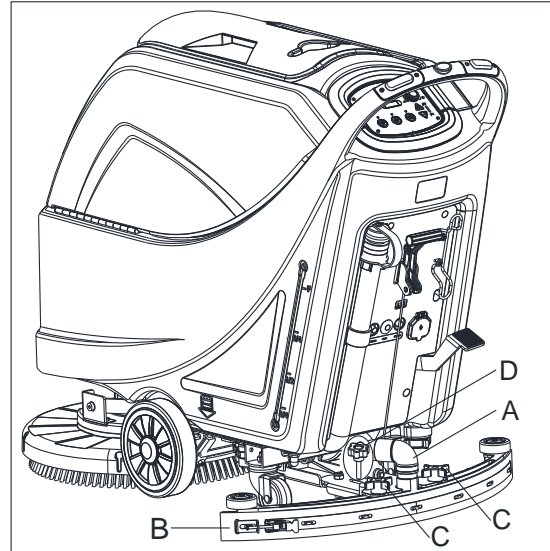
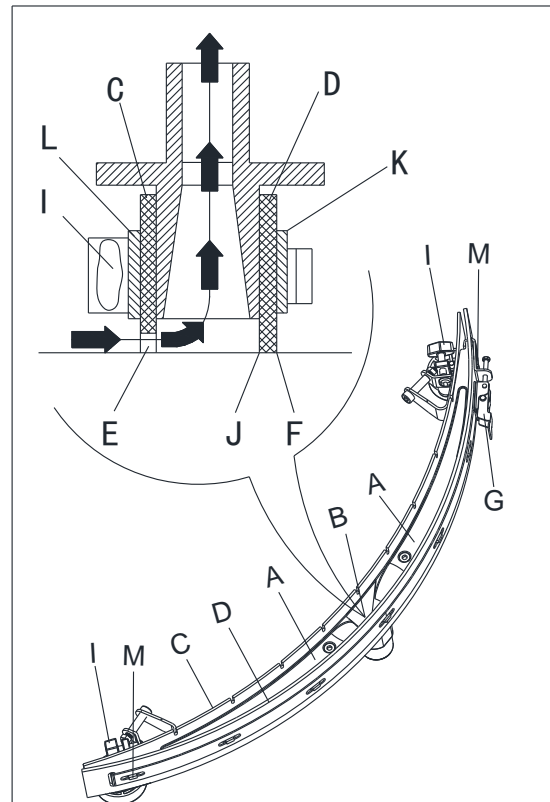

Figura 19
Figura 20
2. Compruebe si los bordes (E, Figura 20) de la lámina delantera (C) y los bordes (F) de la lámina posterior (D) están en el mismo nivel, en su longitud; si es necesario ajuste su altura de acuerdo con el siguiente procedimiento:
- Retire la barra de unión (G), desenganche los elementos de fijación (M) y ajuste la lámina posterior (D), luego enganche los elementos de fijación (M) y vuelva a instalar la barra de unión (G).
- Afloje las perillas (I) y ajuste la lámina delantera (C), luego apriete las perillas.
3. Compruebe si se detectan signos de desgaste, cortes y grietas en la lámina delantera (C) y en la posterior (D); si es necesario reemplácelas de acuerdo con el siguiente procedimiento. Compruebe si la esquina frontal (J) de la lámina posterior (D) está desgastada; si es necesario, dé la vuelta a la lámina para sustituir la esquina desgastada con la íntegra. Si ambas las esquinas están demasiado desgastadas, reemplace la lámina de acuerdo con el siguiente procedimiento:
- Retire la barra de unión (G), desenganche los elementos de fijación (M) y retire el listón de retención (K). A continuación, reemplace/dé la vuelta a la lámina posterior (D). Monte la lámina en el orden inverso al desmontaje.
- Desenrosque las perillas (I) i retire el listón de retención (L), a continuación, reemplace la lámina delantera (C). Monte la lámina en el orden inverso al desmontaje. Después de la sustitución (o la vuelta) de la lámina, ajuste la altura como se muestra en el paso anterior.
4. Conecte el tubo de aspiración (A, Figura 19) con la escobilla de goma.
5. Monte la escobilla de goma (B) y enrosque las perillas (C).
6. Si es necesario, ajuste el balance de la escobilla mediante la perilla de ajuste (D).